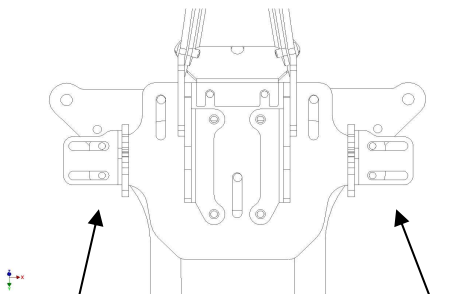

Fig.1
- 6) Effettuare i collegamenti elettrici di tutti i componenti e fissare il nuovo supporto targa, posizionando il kit di rondelle e distanziali come illustrato alla pagina seguente (Fig 1).